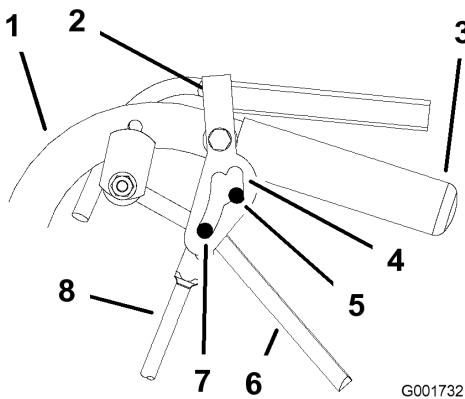

Figure 42
5. Déverrouillez et verrouillez le point mort en vérifiant que la roue ne tourne pas (Figure 42). Continuez cette procédure jusqu'à ce que la roue arrête de tourner.